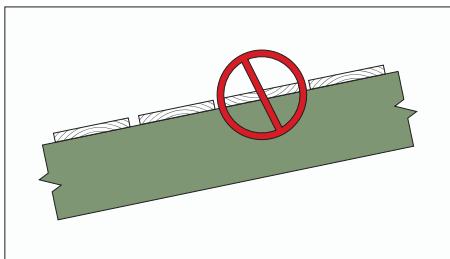

Abb. 4
**Achtung:** Bei der Montage des fugenlosen Holzbelags sollte man darauf achten, dass die Fragmente der Jahresringe mit deren Bauchungen nach oben orientiert sind (Abb. 4).